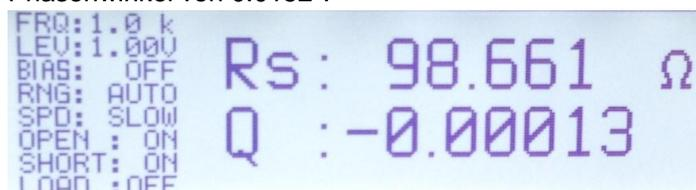

Bild 2-6: Anzeige von Widerstandswert und Güte eines Widerstandes bei 1 kHz
- Im standardmäßig eingeschalteten Auto Mode wird automatisch die richtige Messfunktion eingestellt (siehe Bild 2-8 und Kapitel 2.1.2.1). In diesem Fall R-Q d.h. Widerstand R und Güte Q werden angezeigt (Bild 2-6). Für die Anzeige anderer Parameter wie z.B. Scheinwiderstand und Phasenwinkel, die im Handbuch beschriebenen Messfunktionen per Tastendruck auswählen. Bei einem idealen Widerstand beträgt der Phasenwinkel 0°. Bild 2-7 zeigt die Messung an einem realen verlustbehafteten Widerstand mit einem Phasenwinkel von 0.0152°.